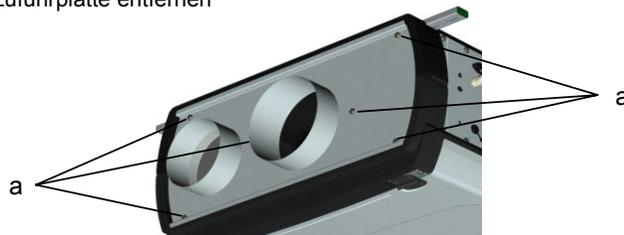

Abbildung 5.9: *kompakte Aufstellung. Entfernen Sie die Zufuhrplatte der Kühleinheit.*
2. Kühleinheit: Drehen Sie die 6 Schrauben (a) siehe Abbildung 5.9.